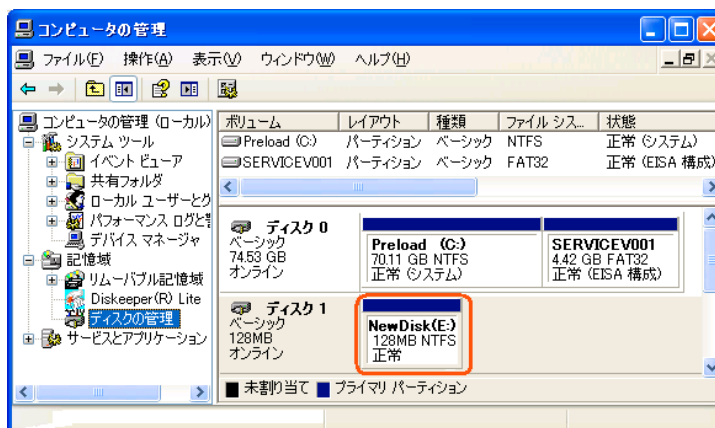

図 12 新しいディスクとして使える状態
- ディスクのパーティションの作成とフォーマットが完了すると、下図 12 のように新しいディスクとして OS からアクセスできるようになります。